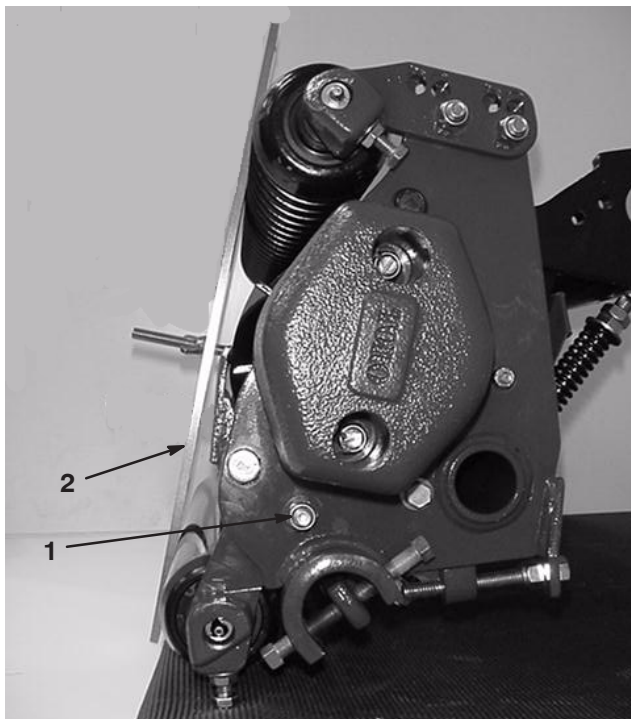

Bild 14
1. Drehen Sie das Mähwerk vertikal und legen Sie die Messlehre über die vordere und hintere Rolle (Bild 14).
2. Lösen Sie die Sicherungsmuttern, mit denen die Schnitthöhenhalterungen an jedem Ende des Mähwerks befestigt sind (Bild 14).
4. Legen Sie die Lehre über die vordere und hintere Rolle und stellen Sie die Stützschauben so ein, dass die Unterseite des Schraubenkopfes die Schnittkante des Untermessers berührt (Bild 14).